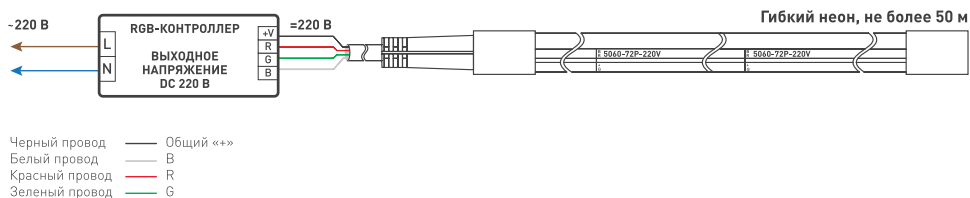

Рисунок 2. Схема подключения.
- 3.8. Если для управления «гибким неоном» используется сторонний контроллер не из комплекта, выполните подключение согласно приведенной схеме. Соблюдайте полярность подключения, а также маркировку, нанесенную на боковой поверхности неона (В — синий, R — красный, «+» — общий плюс, G — зеленый) и цветовую маркировку проводов (см. рисунок 2).